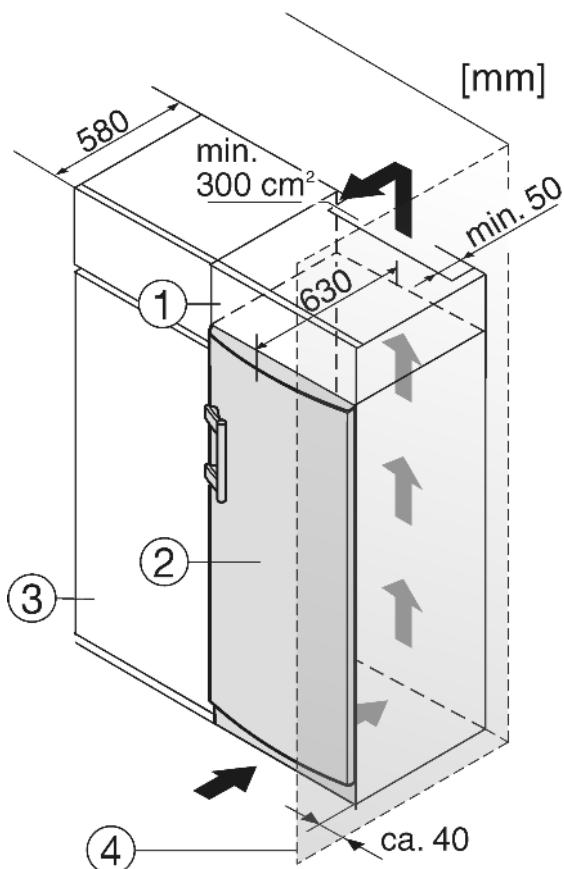

Fig. 8
При комбинировании с обычными кухонными шкафами (глубина макс. 580 мм) устройство можно установить непосредственно рядом с кухонным шкафом Fig. 8 (3). Дверь устройства выступает по сторонам на 34 мм и по центру устройства на 50 мм относительно передней стенки кухонного шкафа. Поэтому ее можно свободно открывать и закрывать.
Если устройство установлено на шарнирах у стены Fig. 8 (4), то расстояние между устройством и стеной должно быть не менее 40 мм. Настолько выступает ручка при открытой дверце.